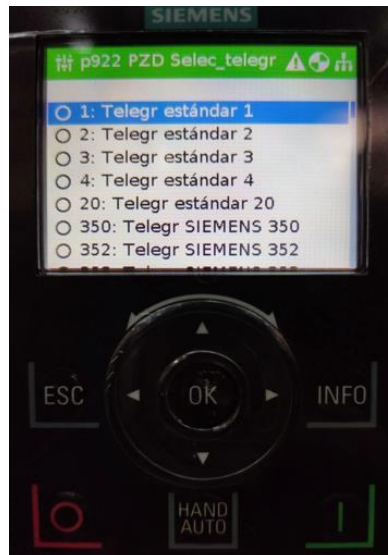

Figura 16. Ventana para la selección del telegrama 1.
- (7) En la siguiente ventana “**p922 PZD Selec_telegr**” escoger el telegrama que se va a usar “**1: Telegr estándar 1**” (ver Figura 16), y presionar el botón “**OK**” para guardar la configuración y, luego el botón “**ESC**” para regresar a la ventana principal.